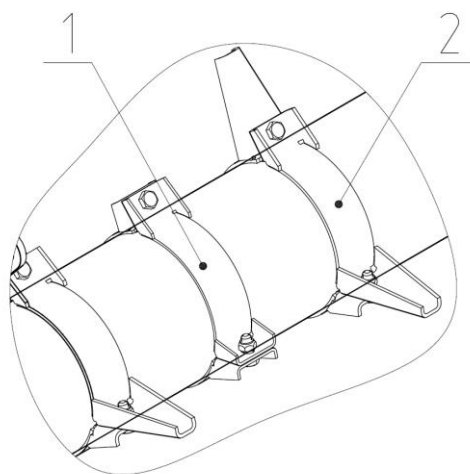

Рис. 6.4 Планка
2.2.10 На трубе мотовило закреплены планки 1 и 2 (рис.6.4) предназначены для подвода стеблей подсолнечника к режущему аппарату жатки.